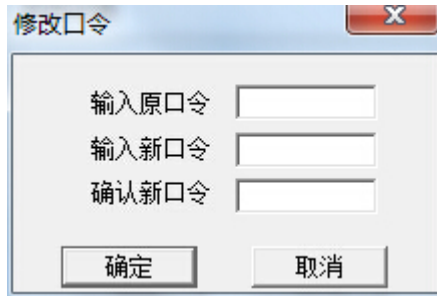

图 4.11 修改口令界面
2. 假如重新设置口令，点击修改，弹出如图 4.11 所示，输入新口令，点击确定退出。